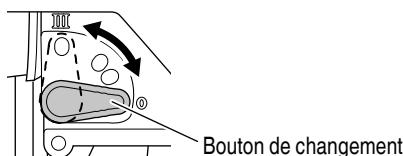

Fig. 10
- (1) La scie sauteuse utilise un fonctionnement orbital qui déplace la lame tout aussi bien d'avant en arrière que de haut en bas. Régler le bouton de changement montré à la Fig. 10 sur "0" pour minimiser le fonctionnement orbital (la lame ne se déplace que de haut en bas). Le fonctionnement orbital peut être sélectionné en quatres étapes de "0" à "III".